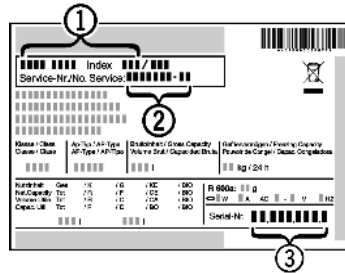

Fig. 12
► Leggere la denominazione dell'apparecchio Fig. 12 (1), il n° assistenza Fig. 12 (2) e il n° di serie Fig. 12 (3) sulla targhetta identificativa. La targhetta identificativa è situata all'interno dell'apparecchio, sul lato sinistro.
- Informare il servizio di assistenza e comunicare il difetto, la denominazione dell'apparecchio Fig. 12 (1), il n° assistenza Fig. 12 (2) e il n° di serie Fig. 12 (3).